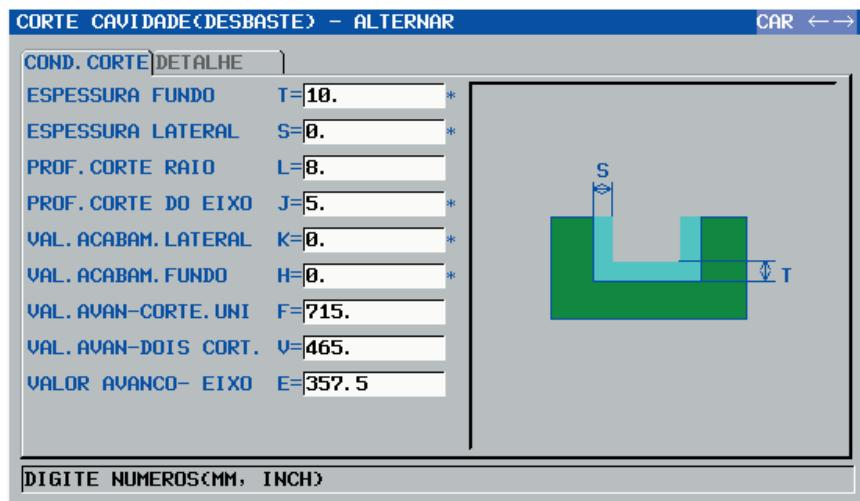

Figura 24 - Janela “COND. CORTE” - Ciclo de Cavidade
- Preencher os campos conforme a figura 24